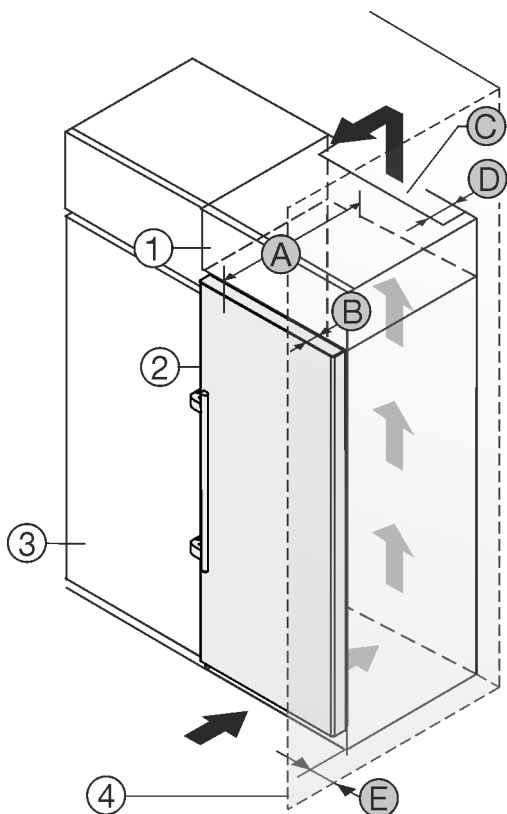

Fig. 2
Jūs varat uzstādīt ierīci tieši blakus virtuves skapim Fig. 2 (3).*
Uzliekamā skapīša aizmugurē jābūt ventilācijas spraugai ar dziļumu Fig. 2 (D) visa uzliekamā skapīša platumā.*
Zem telpas grieztiem jāievēro ventilēšanas šķērsriezums Fig. 2 (C).*
Ja jūs uzstādāt ierīci ar eņģēm blakus sienai Fig. 2 (4), tad atstatumam starp ierīci un sienu jābūt vismaz 57 mm . Tas atbilst atlikušajam attālumam līdz rokturim pie atvērtām durvīm.*
Lai jūs varētu pilnīgi atvērt durvis, ierīcei jābūt izvirzītai par durvju dziļumu Fig. 2 (B) attiecībā pret virtuves skapja priekšdaļu. Atkarībā no virtuves skapju Fig. 2 (3) dziļuma un sienas spraišļu izmantošanas ierīce var būt vairāk izvirzīta.*